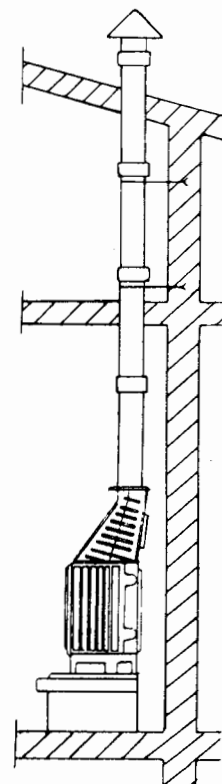

Fig. 6
4) Raccordement au plafond. Utiliser un produit isolé homologué. Le conduit isolé doit traverser le plafond et aboutir dans la hotte (Fig. 6).